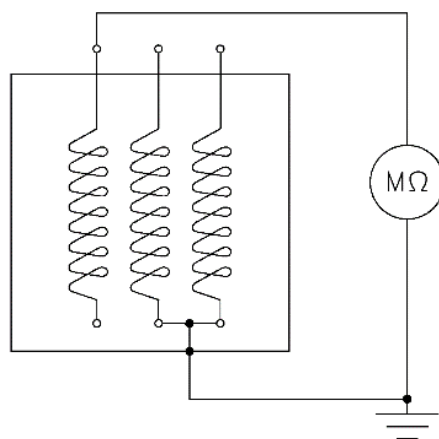

Figura 5-1
- **Statore principale:** la misura della resistenza d'isolamento sarà eseguita avendo l'avvertenza di staccare i collegamenti che vanno ai dispositivi di regolazione (regolatore di tensione od altri dispositivi) o ad eventuali altri dispositivi del gruppo. La misura sarà effettuata tra una fase e massa con le restanti due anch'esse collegate a massa assieme agli ausiliari (operazione da ripetere per tutte e tre le fasi). Vedi Figura 5-1 Misurazione della resistenza di isolamento sull'avvolgimento dello statore.